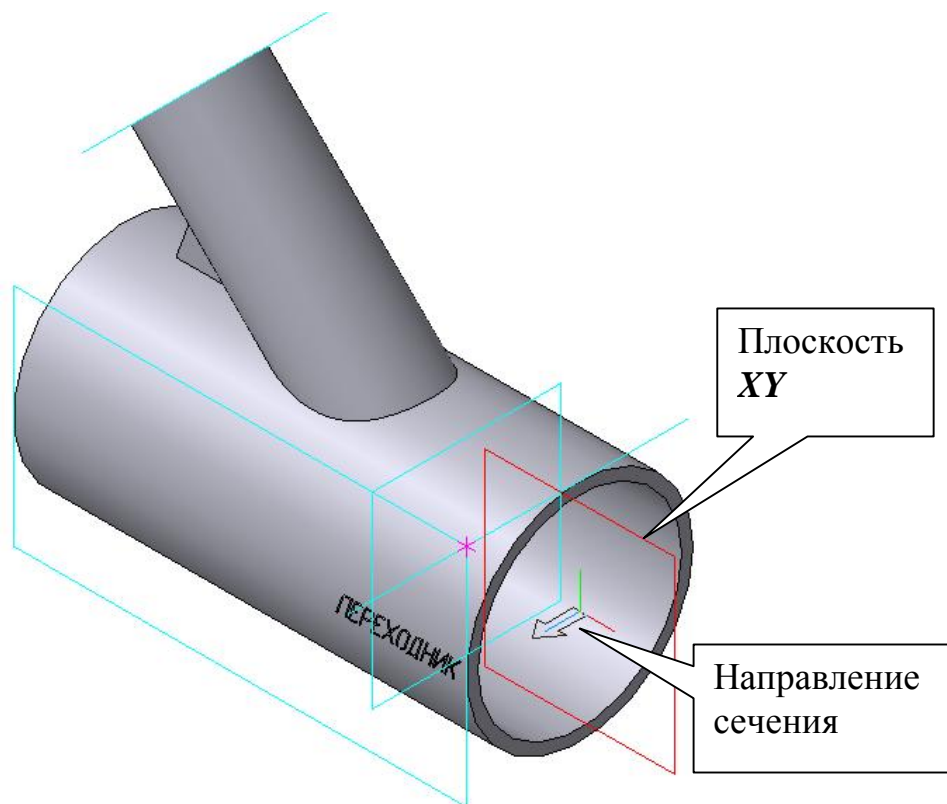

Рис. 13
7. Выделите в дереве построения плоскость XU и нажмите кнопку **Сечение поверхностью** . В данном примере направление сечения – обратное , рис. 13.